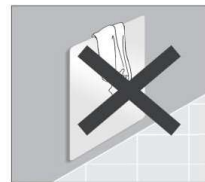

Fig 6
- Il est déconseillé de couvrir l'appareil, afin d'éviter **toute surchauffe dangereuse. (Fig. 6)**